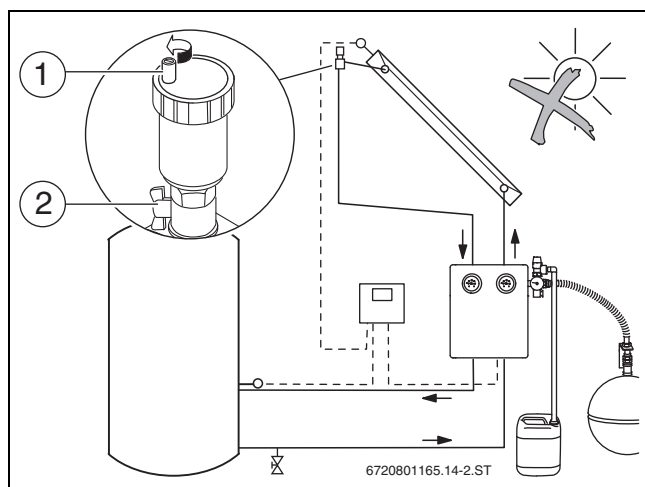

Bild 38 Entlüfter öffnen
- Rechten Kugelhahn [2] an der Solarstation und Kugelhahn am Entlüfter (→ Bild 38, [2]) schließen.